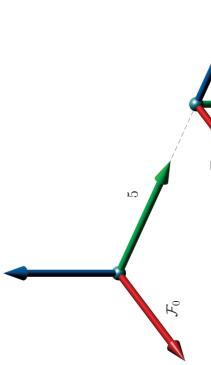

FIGURE 5.6 – Question 5.2.
- 5.2. Répondre aux différentes questions en rapport avec la figure 5.6 :
5.2. Répondre aux différentes questions en rapport avec la figure 5.6 :
5.6. Répondre aux différentes questions en rapport avec la figure 5.6 :